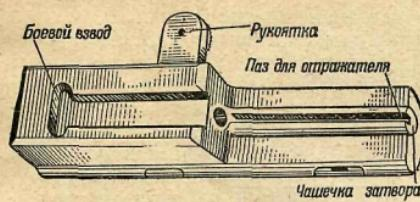

Рис. 9. Затвор
8. Затвор (рис. 9) служит для извлечения патрона из приёмника магазина, досыпания его в патронник, закрывания канала ствола при выстреле, производства выстрела и извлечения